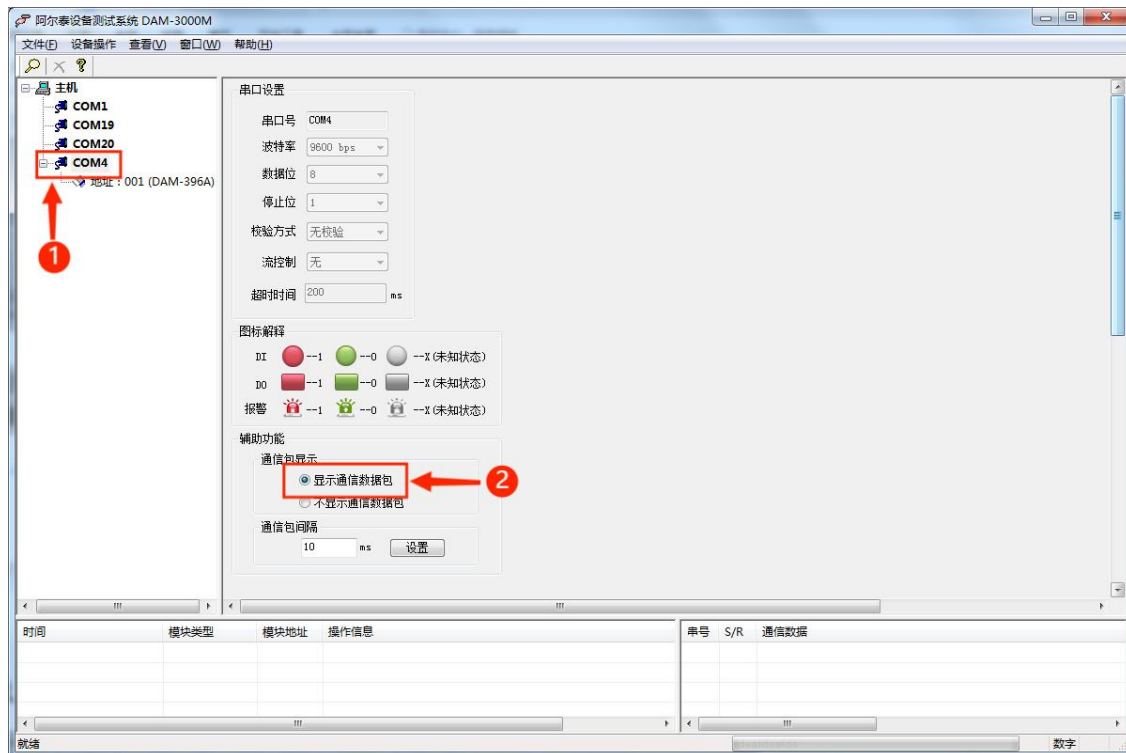
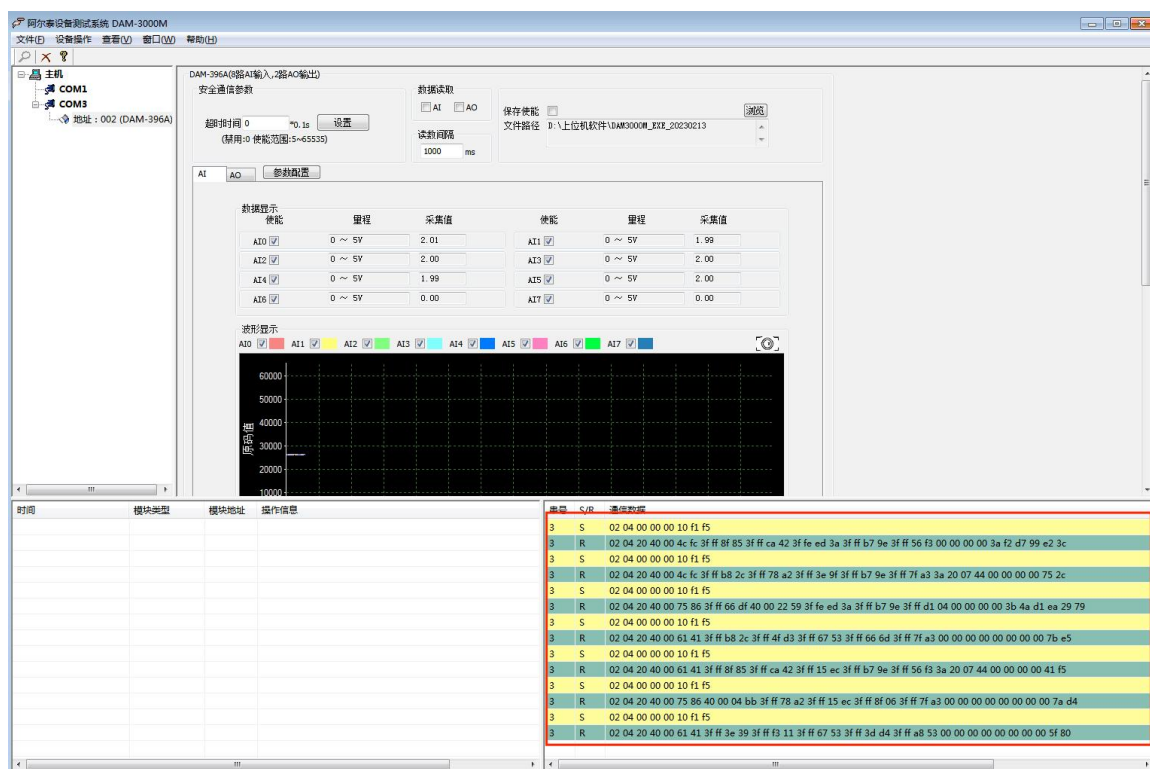

图 23
图 24
2) 查看通讯包设置：点击图 23-①进入参数界面，点击图 23-②，后可对进入主界面可对通讯包进行查看，效果如图 24。